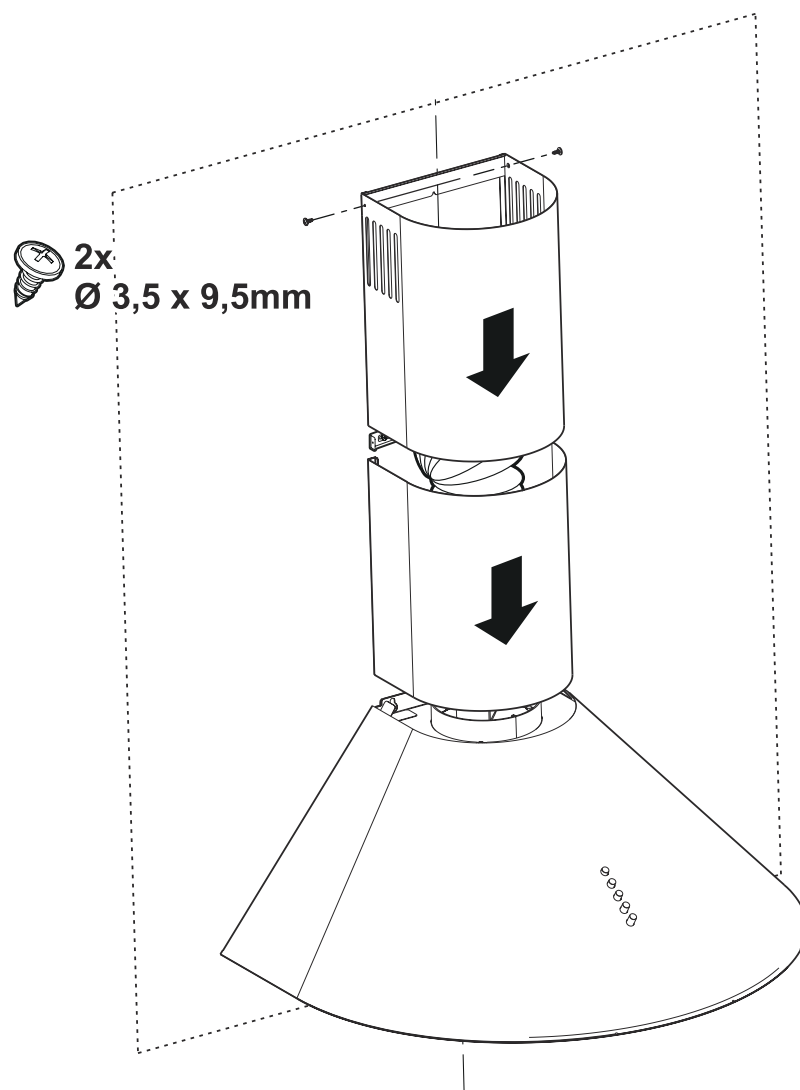

Fig. 9
Den inre skorstenen ska föras in i den yttre (Fig. 9).
- Dra nu upp den inre skorstenen mot taket. Fäst detta med 2 skruvar på sidorna upptill (Fig. 9)